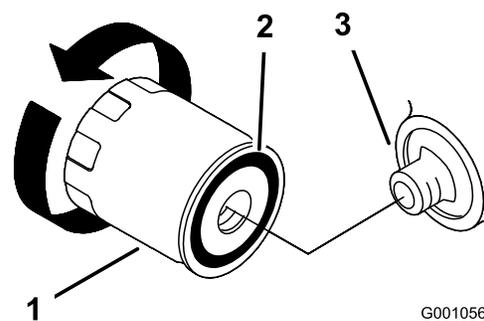

Рисунок 24
2. Снимите старый фильтр и протрите поверхность фильтра, которой касается прокладка (Рисунок 24).
3. Нанесите тонкий слой свежего масла на резиновую прокладку нового фильтра (Рисунок 24).
4. Установите сменный масляный фильтр на переходник фильтра, поверните масляный фильтр по часовой стрелке так, чтобы резиновая прокладка вошла в контакт с переходником фильтра, после этого затяните фильтр, повернув его еще 2/3 – 1 оборот (Рисунок 24).